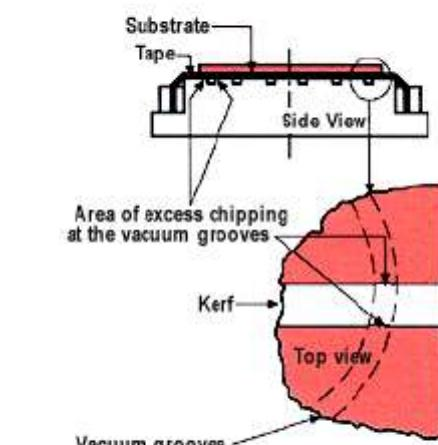

図 10
1. リング式真空チャックを使用する場合、ウェーハとテープの接触部での欠けはよく知られている現象です(図 10)。チッピングは、リング真空溝での切断処理中に発生する内部応力に起因します。